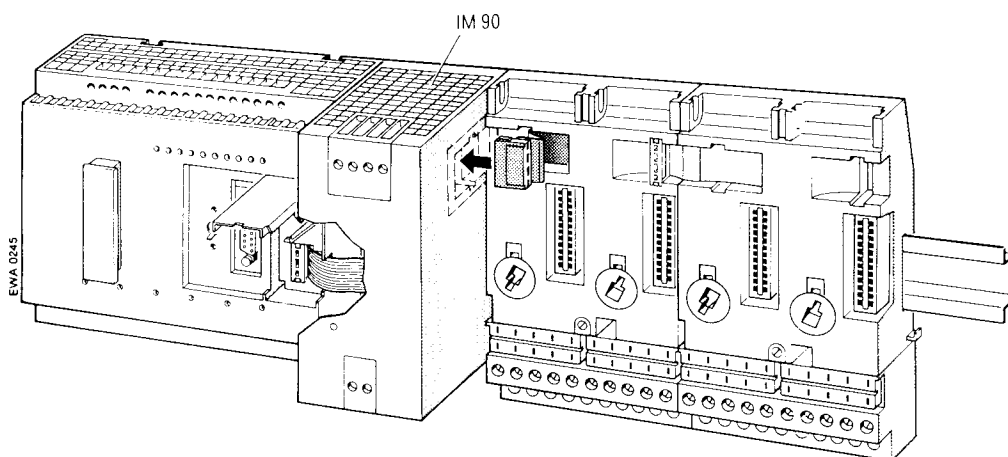

Bild 3.6 IM 90 mit S5-90U und Busmodul verbinden
- ▶ Ziehen Sie den Stecker der Flachbandleitung - am Busmodul links oben - aus der Halterung und stecken Sie ihn auf die Stiftleiste an der rechten Seite des AGs oder in die Stiftleiste des linken Nachbar-Busmoduls (→ Bild 3.6).
- ▶ stecken Sie ihn auf die Stiftleiste des S5-90U (→ Bild 3.6)
- ▶ und stecken Sie ihn auf die Stiftleiste an der rechten Seite der IM 90 (→ Bild 3.6).